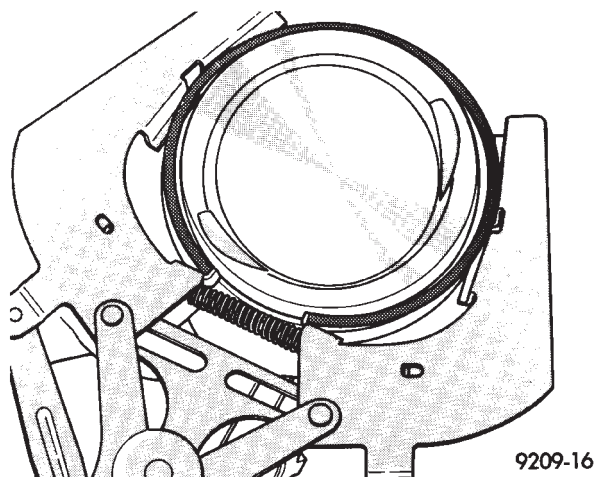

Fig. 89 Aros de pistón—desmontaje
(4) Retire los aros de pistón (Fig. 89).